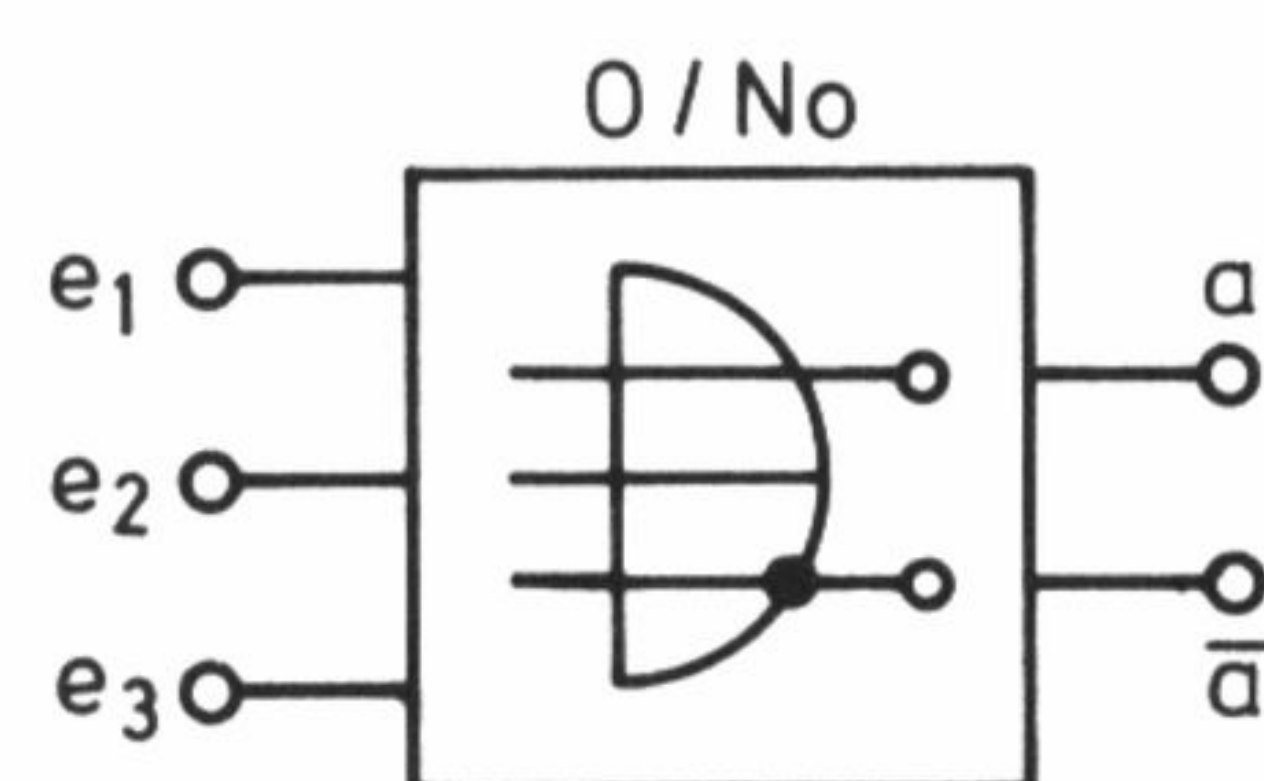

Bild 7.27: Blocksymbol des Bausteins ODER/NOR O/No.
- das ODER/NOR-Glied O/No (*Bild 7.27*).